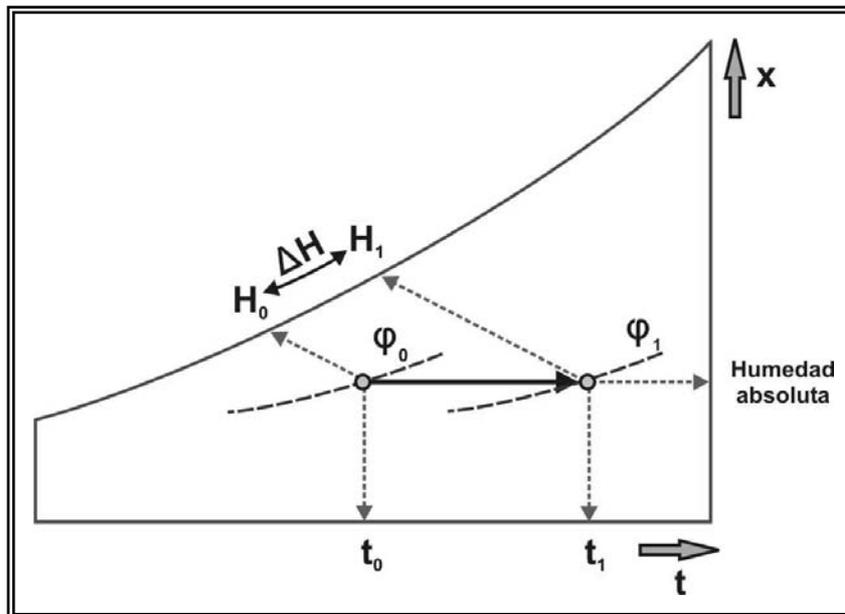

Figura 12
**Calentamiento a humedad constante:** si se debe calentar un aire a una temperatura determinada, por ejemplo, para ser utilizado en un secadero o para acondicionamiento de aire, el dato más importante que se puede obtener de este diagrama, es la cantidad de calor a agregar a cada unidad de masa de aire. Supóngase que el aire se debe calentar desde la temperatura  $t_0$  (con una HRA  $\phi_0$ ) hasta  $t_1$  (manteniendo la humedad absoluta constante, es decir sin agregar ni extraer vapor de agua al aire), la cantidad de calor a agregar por unidad de masa de aire es la diferencia de entalpías ( $H_1 - H_0$ ) (ver **Figura 12**). Como se observa en la **Figura 12**, ha medida que el aire se calienta (a humedad constante) la HRA disminuye (hasta  $\phi_1$ ) por lo que su capacidad para absorber vapor de agua aumenta, por eso, en los secaderos se utiliza aire caliente.